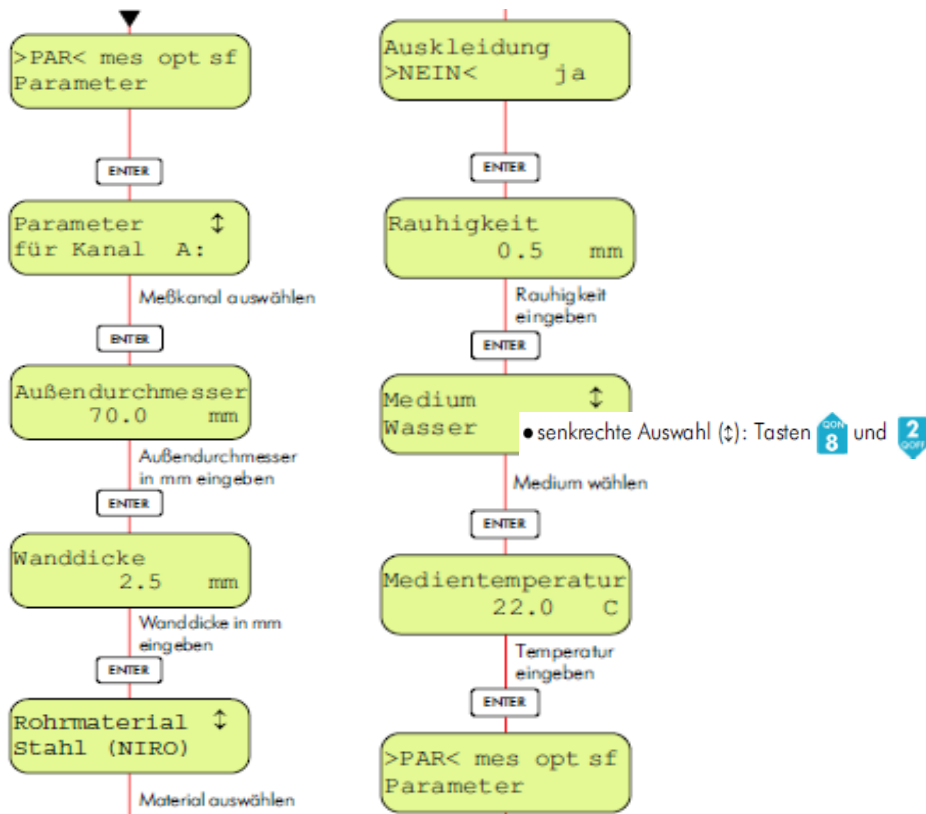

Abbildung 8: Menu Parameter Optionen FLUXUS F601
- 2) Als erster Schritt müssen die Parameter der Messstelle im Menu «Parameter» eingegeben werden (Abbildung 8). Diese werden mit dem Messkoffer erfasst und in der Datenvisualisierung dargestellt. Bei der Option Aussendurchmesser kann mit Taste 0 und Enter auch der Umfang eingegeben werden (empfohlen für grosse Rohre). Falls ein Wanddickensensor verwendet wird, muss der Strich auf der Sensoroberfläche so angeordnet sein, dass dieser 90° zur Flussrichtung der Flüssigkeit im Rohr angesetzt wird (Strich muss das Rohr «schneiden»).